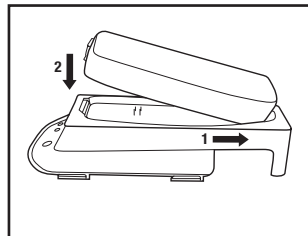

Fig. 2
4. Charge de la pile : S'assurer que les contacts électriques dorés de la pile et du chargeur de pile sont propres, secs et exempts de débris. Insérer le bloc-piles dans le support de charge TR-640 3MMC en faisant tout d'abord glisser l'arrière. Appuyer sur l'avant du bloc-piles pour l'enclencher en place (Fig. 2). La charge débute.